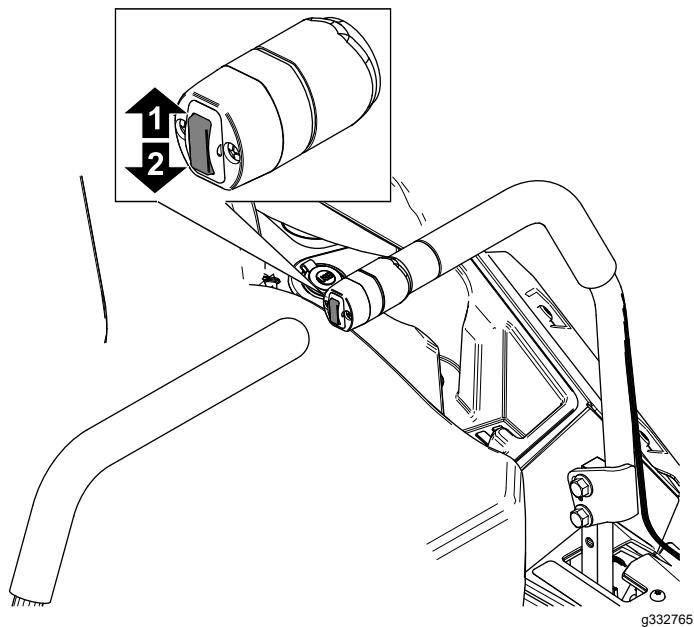

Figura 30
1. Presione hacia arriba el interruptor de elevación de la carcasa (Figura 30).